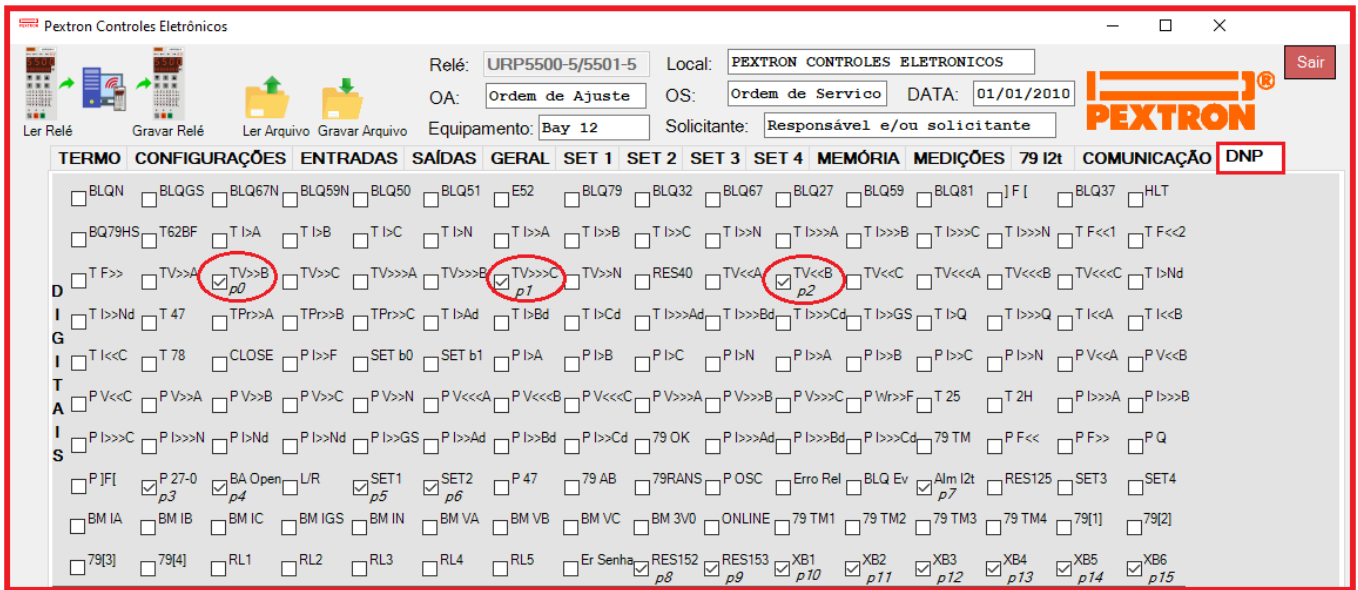

Figura 21.10: Pasta DNP do programa aplicativo indicando os pontos selecionados.
**Exemplo:** Selecionamos os itens TV>>A, TV>>>C e TV<<B (figura 21.10). Na parte inferior direita do check Box aparece a indicação do ponto p0 ou p1 ou p2 sucessivamente.